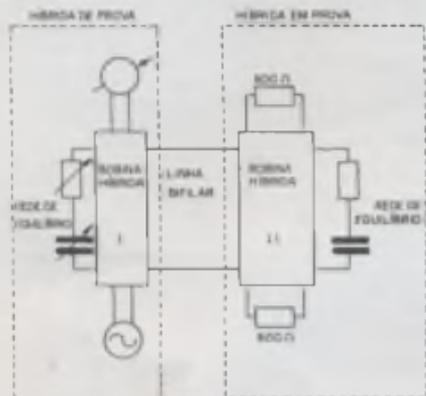

FIGURA 6
Na figura 6 vê-se um arranjo típico para medir a perda de retorno da híbrida II, entre a linha bifilar e a rede de equilíbrio, no qual o resultado da medição depende, principalmente, da qualidade da terminação que fornece a união híbrida II na linha a 2 fios.
Nessa disposição, figura 6, se conecta um oscilador e medidor de nível (ou voltímetro) nos dois lados de 4 fios da bobina híbrida de prova (I); o lado de 2 fios da híbrida I é ligado ao lado de 2 fios da híbrida II que está em exame. Os lados de 4 fios da bobina híbrida II são terminados por resistências não reativas de 600 ohms, mesmo que as redes de equilíbrio sejam constituídas por uma resistência em série com um capacitor.